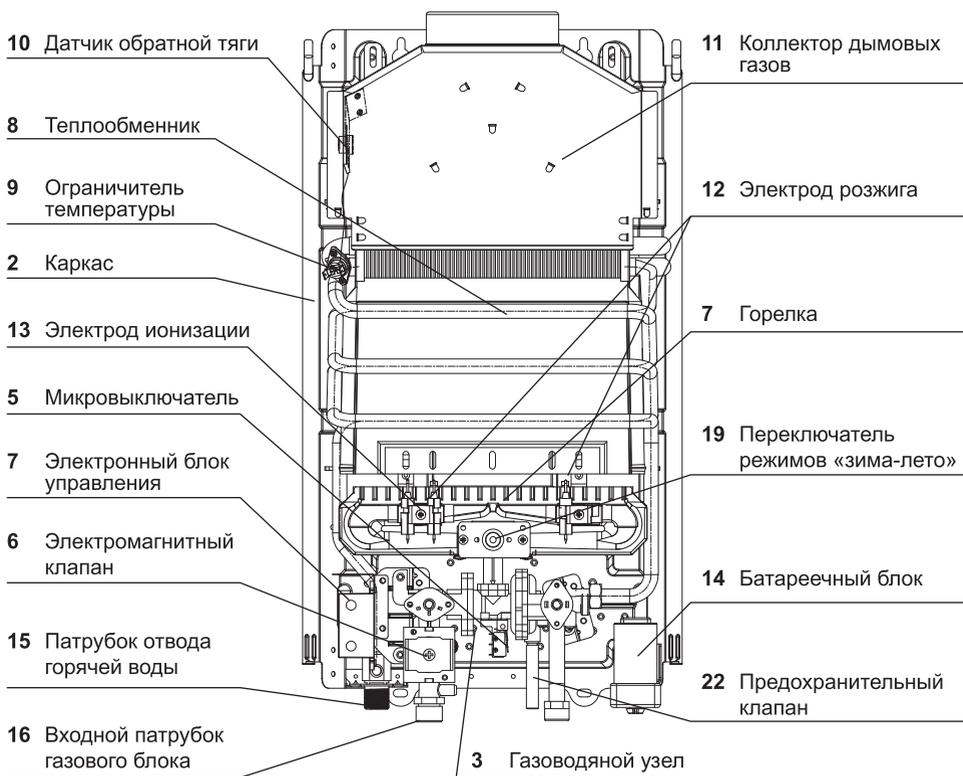

Рис. 1
Составные части изделия, поясняющие принцип устройства аппарата и требующие технического обслуживания во время эксплуатации, показаны на рис. 1.
2.7.1 Газовый проточный водонагреватель настенного типа имеет прямоугольную форму, образуемую съемной облицовкой **1**, установленной на каркасе **2** (см. рис. 1).
Газоводяная арматура 3 (см. рис.1) предназначена для включения аппарата и обеспечения регулирования температуры воды и расхода газа. Узел состоит из двух регуляторов: водяного и газового. Конструкция регулятора водяного обеспечивает доступ газа к основной горелке только при наличии протока воды, одновременно обеспечивая срабатывание электромагнитного клапана **6** (см. рис. 1).